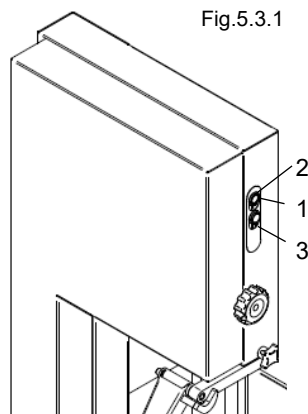

Fig.5.3.1
5.3 - Puesta en marcha de la maquina (Fig. 5.3.1)
5.4 - Detención de la máquina (Fig. 5.3.1)